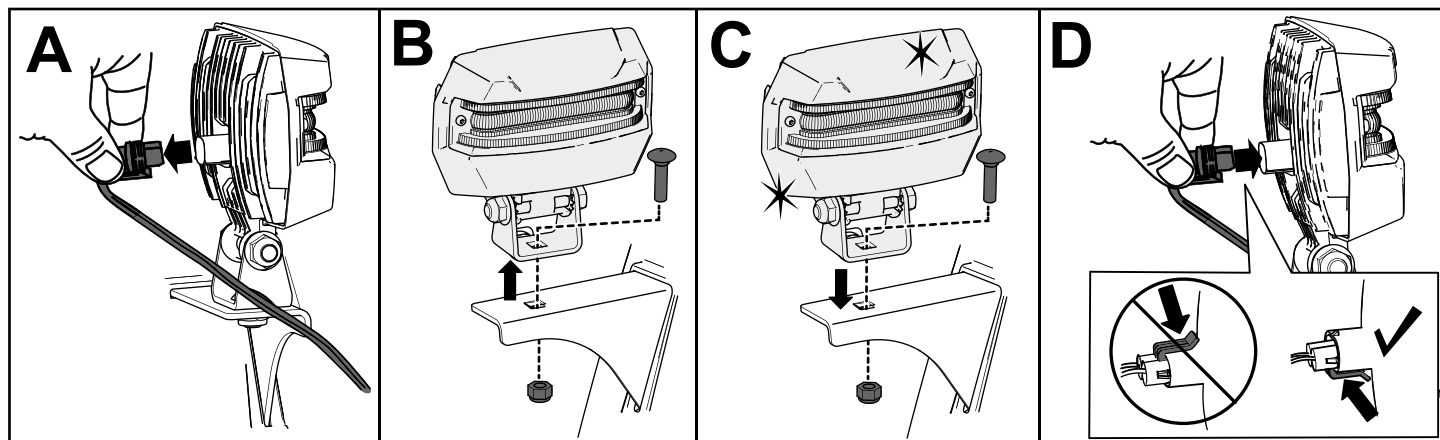

Figura 35
1. Rimuovete il filo del faro anteriore dal retro del faro anteriore (A della Figura 35).
2. Rimuovete il bullone e il dado che fissano il gruppo del faro anteriore sulla relativa staffa e poi smontate il vecchio gruppo del faro anteriore (B della Figura 35).
3. Fissate il nuovo gruppo del faro anteriore sulla relativa staffa con il dado e il bullone rimossi in precedenza (C della Figura 35).
4. Inserite il filo del faro anteriore dritto nel retro del faro anteriore sinché non è saldamente in sede (D della Figura 35).